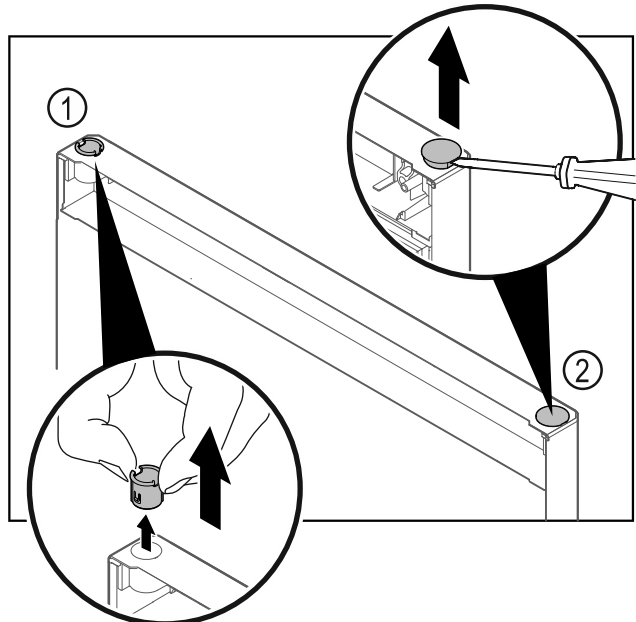

Fig. 28 Deur koelgedeelte
- Scharnierbus Fig. 28 (1) met de vingers eruit trekken.
- Afdekstop Fig. 28 (2) voorzichtig met een sleufschroevendraaier optillen en eruit trekken.